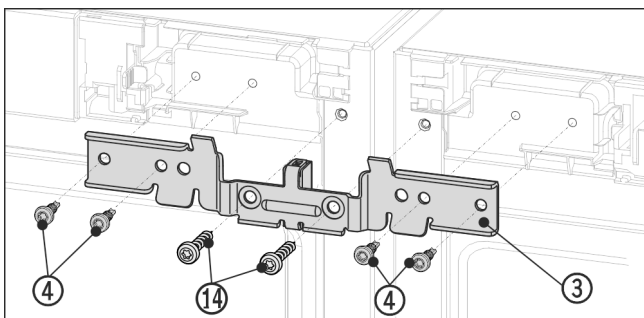

Fig. 13 Beispielhafte Darstellung
- Winkel Fig. 13 (3) mit dem Distanzstück zwischen die Geräte und auf die Zapfen schieben. Den Winkel mit vier Schrauben Fig. 13 (4) und den zuvor herausgeschraubten Erdungsschrauben Fig. 13 (14) abwechselnd rechts und links lose anschrauben.